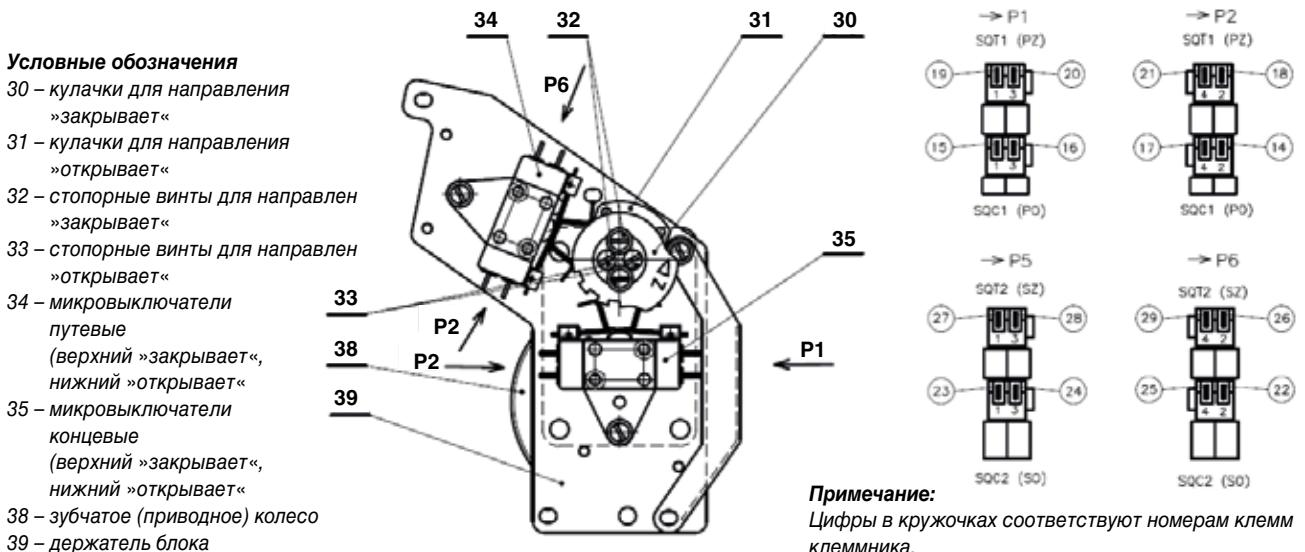

Рис. 3 – Блок положения и сигнализации
**б) Блок положения и сигнализации** – рис. 3 после выполнения заданного количества оборотов выходного вала блок осуществляет выключение микровыключателей положения РО или РZ и с помощью выключателей сигнализации SO и SZ осуществляет передачу электрического сигнала для целей сигнализации положения выходного вала электропривода. Привод блока осуществляется с помощью зубчатого колеса –38– от выходного вала посредством ступенчатой коробки передач к кулачкам, управляющим микровыключателями РО, РZ, SO, SZ. Момент замыкания выключателей сигнализации можно выбрать в любой точке рабочего цикла электропривода вне узкой полосы в окрестности конечных положений (выключатель сигнализации должен замыкаться раньше момента срабатывания выключателя положения, когда выходной вал еще вращается).
Расположение кулачков и микровыключателей блока положения и сигнализации показано на рис. 3 и 4. Выступы кулачков управляют рычагами микровыключателей PO, PZ, SO и SZ.